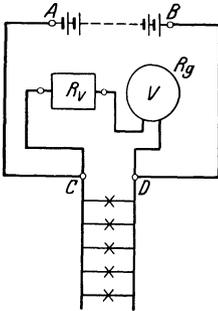

Abb. 22. Schaltung eines Spannungsmessers mit Vorwiderstand zu Aufgabe 85.
85. Eine Batterie besteht aus 10 [33] hintereinandergeschalteten Akkumulatoren von je 2 [1,95] V Spannung und einem inneren Widerstand von 0,001 [0,002] Ω pro Zelle. Der äußere Stromkreis wird gebildet aus den beiden 50 [80] m langen, 1,5 [4] mm dicken Kupferleitungen \overline{AC} und \overline{BD} und 5 [20] parallelgeschalteten Glühlampen von je 8 [80] Ω Widerstand. Um die Spannung an den Punkten C und D zu messen, ist eingeschaltet ein Galvanometer V mit einem Eigenwiderstand von $R_g = 100$ [100] Ω nebst einem Vorwiderstande $R_v = 3900$ [4900] Ω , wie dies Abb. 22 zeigt.